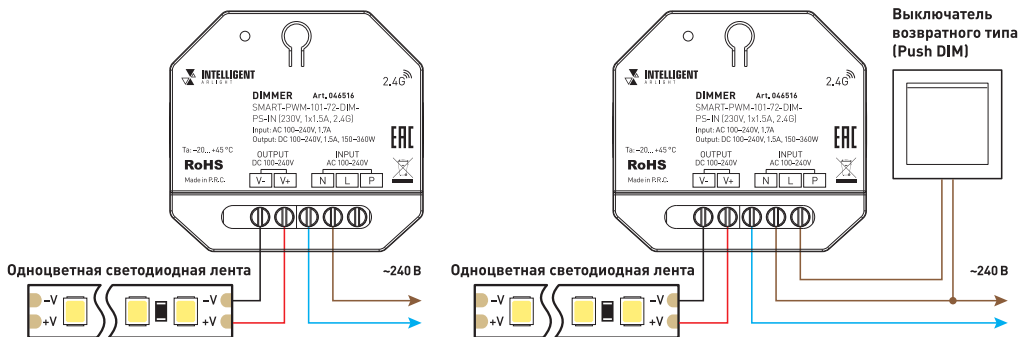

Рис. 1. Схемы подключения диммера
- 3.2. Подключите диммер согласно схеме, приведенной на рис. 1 (функция Push DIM).